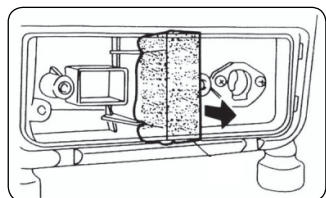

FIGURA 9.1
- A.** Retire la tapa del filtro, extrayendo enseguida el elemento filtrante. Figura 9.1.